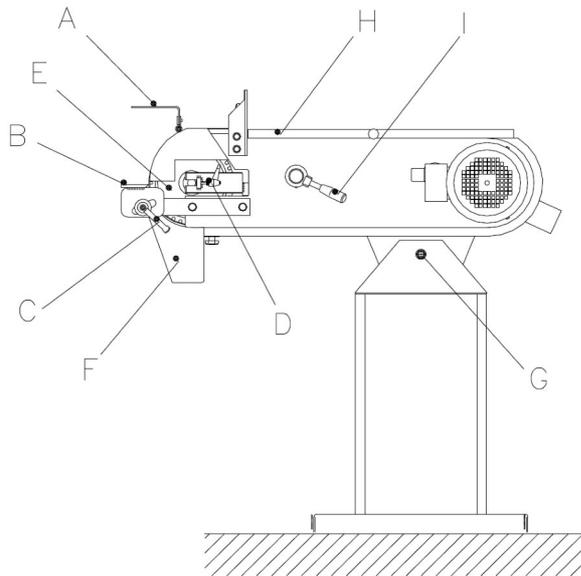

Abb. 3: Gerätebeschreibung für die Montage
Schritt 2: Öffnen Sie den Deckel (H, Abb.3).
Das Schleifen kann an der Kontaktscheibe (E, Abb.3) vorgenommen werden.